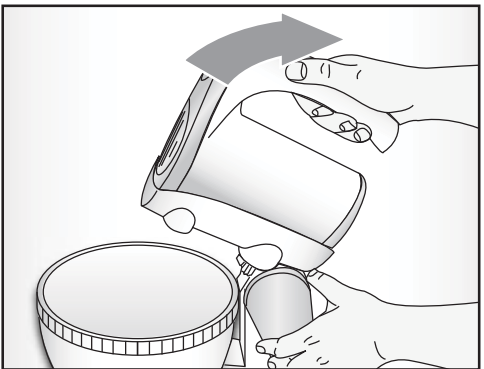

Fig. 4
- Frapper le poussoir d'inclinaison du bras (H) tout en soulevant le corps moteur (F) à l'aide de la poignée spéciale (Fig. 4).
- Die Kipptaste des Arms (H) betätigen und gleichzeitig das Motorgehäuse (F) anhand des zugehörigen Griffs (Abb. 4) anheben.
- Apretar el botón de inclinación del brazo (H) y contemporáneamente levantar el cuerpo motor (F) mediante la correspondiente manilla (Fig. 4).